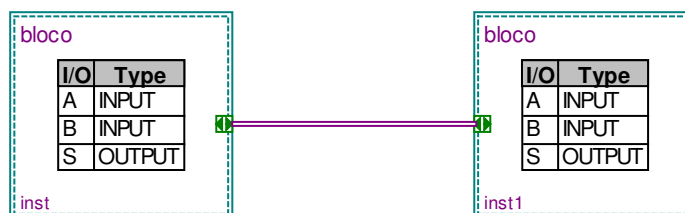

Figura 3.22 Ligação por conduíte de um bloco à outro.
1. Clicar na barra de ferramentas no botão conduíte  e ligar um bloco ao outro como mostra a Figura 3.22 .